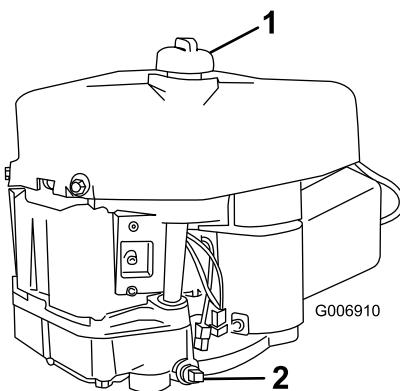

Figura 19
6. Limpie alrededor de la varilla de nivel de aceite (Figura 19) para impedir que caiga suciedad por el orificio de llenado y cause daños en el motor.
- Coloque un recipiente debajo del tapón de vaciado del aceite y retire éste (Figura 19).
- Vierta lentamente aproximadamente el 80% de la cantidad especificada de aceite por el orificio de llenado (Figura 19). Compruebe el nivel de aceite; consulte 4 y 5 de Verificación del nivel de aceite.
- Vierta lentamente aproximadamente el 80% de la cantidad especificada de aceite por el orificio de llenado (Figura 19). Compruebe el nivel de aceite; consulte 7 y 8 de Verificación del nivel de aceite.